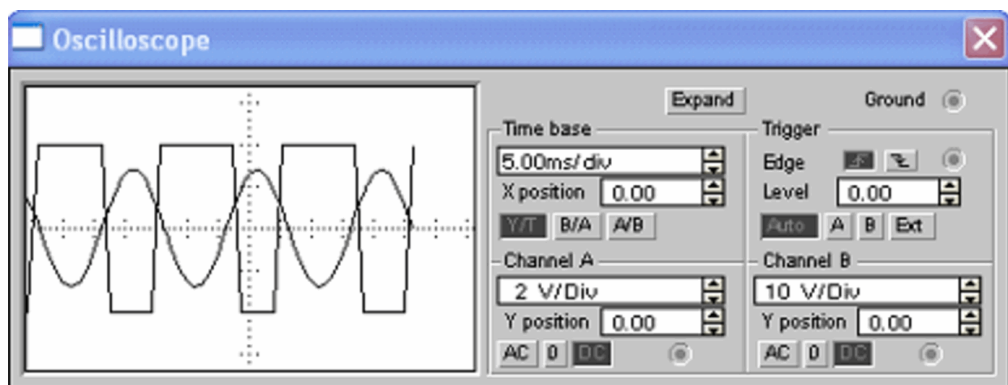

Рисунок 17 – Осциллограммы входного и выходного сигналов.
20. Развернуть и настроить осциллограф, изменяя чувствительность и длительность развертки. На экране можно наблюдать входной и выходной сигналы (рисунок 17).